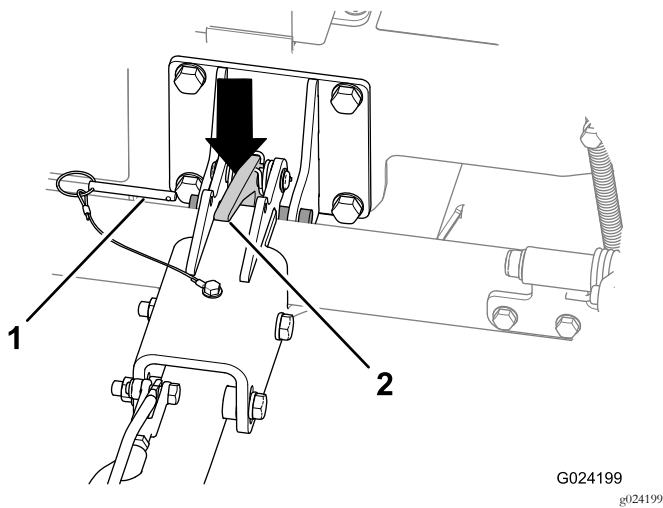

Рисунок 28
- A. Извлеките стопорный штифт (Рисунок 28).
- C. Нажмите на фиксатор сцепки, чтобы расцепить сцепку (Рисунок 28).